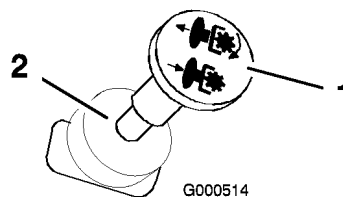

Figure 7
2. Désengagez les lames en plaçant la commande des lames en position Désengagée (Figure 7).
- Désengagez les lames en plaçant la commande des lames en position Désengagée (Figure 7).